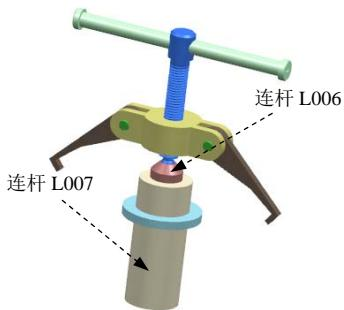

图 10.6.4 定义连杆 (三)
(3) 定义连杆 L006。取消选中  固定连杆 复选框，选取图 10.6.4 所示的零件为连杆 L006，在“连杆”对话框中单击  按钮。
(4) 定义连杆 L007。选中  固定连杆 复选框，选取图 10.6.4 所示的零件为连杆 L007，在“连杆”对话框中单击  按钮。